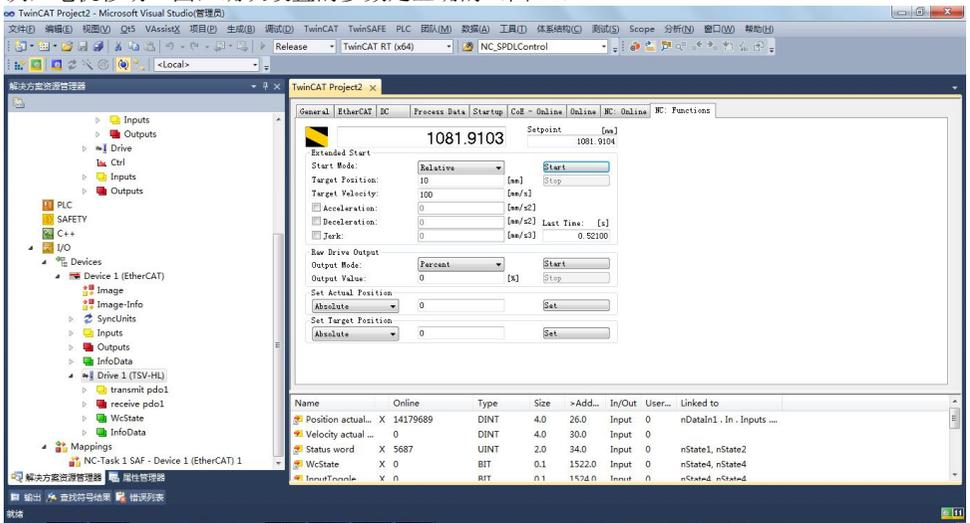

图 14
11、选择 NC:Function 标签，设置相对移动距离 10mm，速度 100mm/s，点击 start 一次，电机移动一圈，确认设置的参数是正确的（图 14）。
设置分布式时钟循环时间为 1ms（图 14）